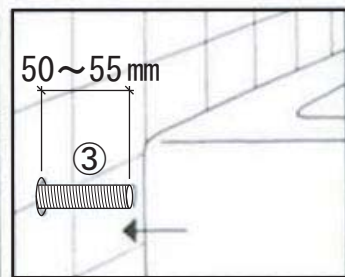

図4
- 5) ⑤ナットを③ハンガーボルトから外します。このとき、③ハンガーボルトの壁仕上面からの突出寸法が最小50mm~最大55mm以内であることを確認して下さい。(図4)